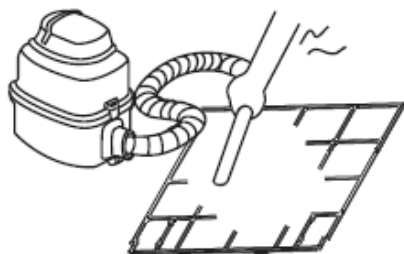

Fig.6-2
- *Intagssidan ska vara riktad uppåt om man använder en dammsugare (bild 6-2).*